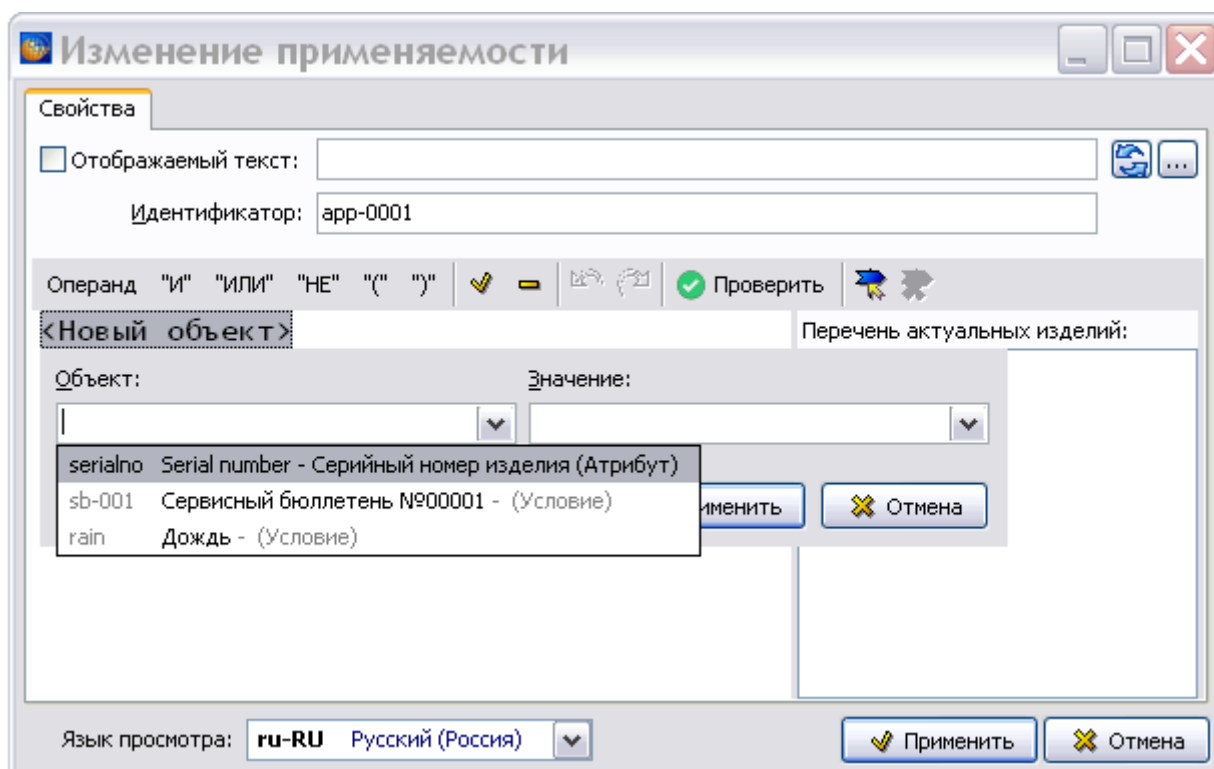

Рис. 22.50
1. В окне **Изменение применяемости** нажмите на кнопку **Добавить операнд** или в контекстном меню выберите команду **Операнд**. После этого откроется дополнительное диалоговое окно **<Новый объект>** (Рис. 22.50).